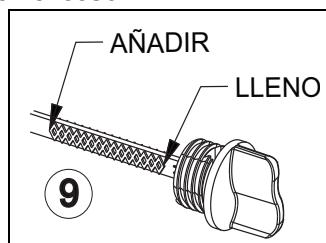

Figura 2-14. Llenado de aceite/varilla de medición
3. Limpie la varilla con un paño (Figura 2-14).